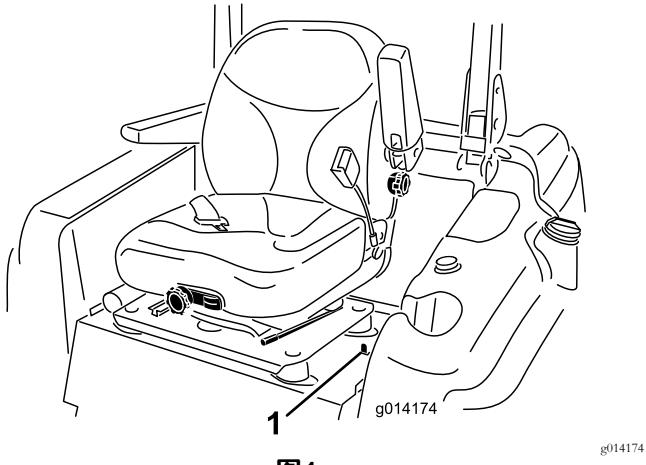

图1
5. 向后移动座椅闩锁位于座椅左侧以松开座椅锁定然后向前拉动座椅顶部直到座椅向前倾斜并接触到方向盘 图1。